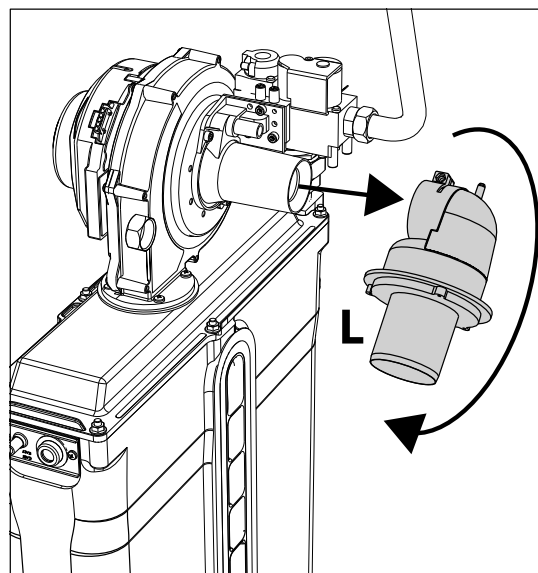

рис. 65
4. Поверните и снимите глушитель «L» (см. рис. 65).